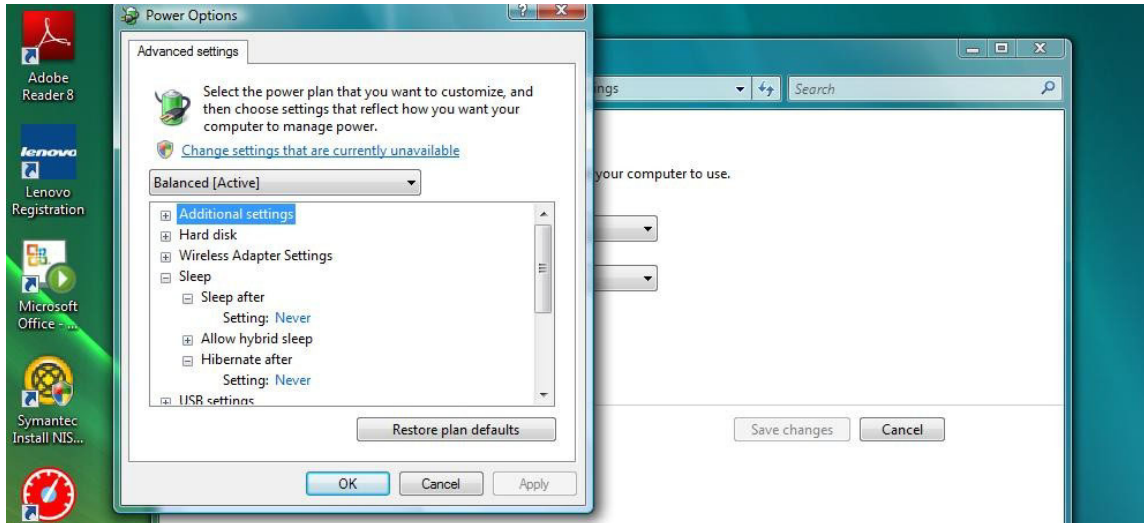

图 36
5. 在滚动列表中找到“睡眠”（图 36）。将“经过此时间后睡眠”设置和“经过此时间后休眠”设置都更改到“从不”。
6. 单击“应用”按钮保存这些更改。然后单击“确定”按钮（图 36）。